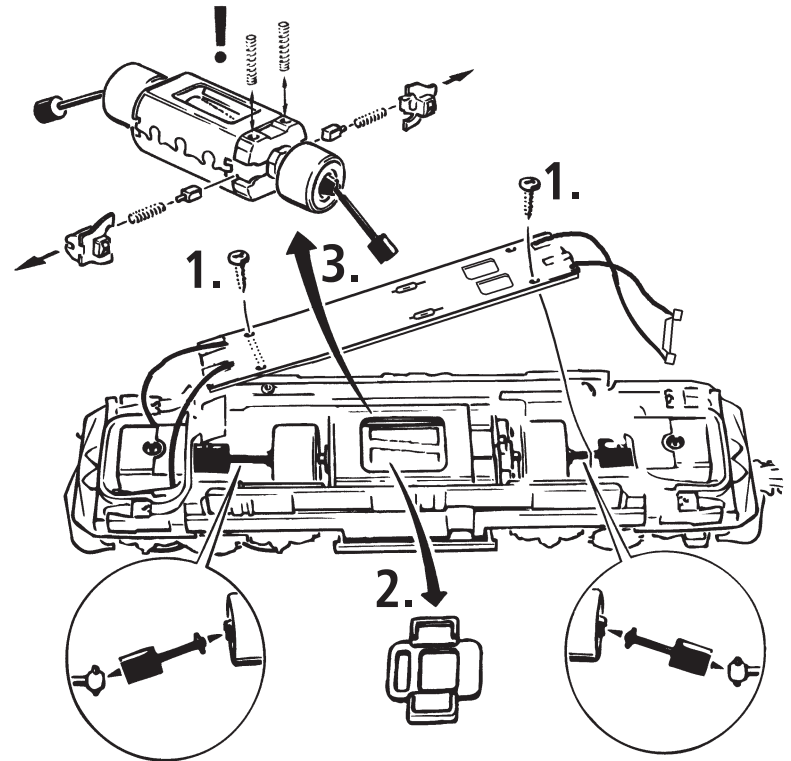

Fig. 9
Ausführung für Wechselstrom: siehe Fig. 9
A.C. operation: see fig. 9
Version en courant alternatif: voir fig. 9